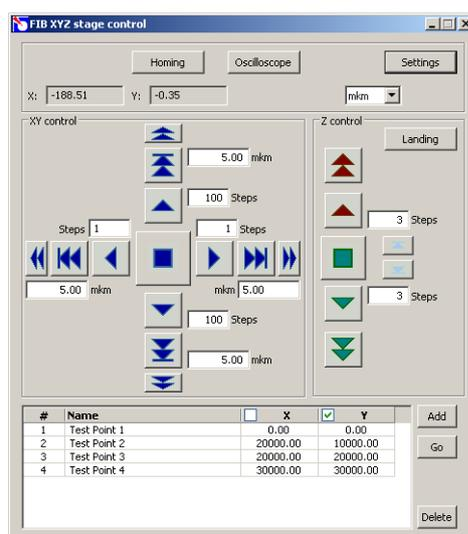

Рис. 5-11
3. Запустите программу управления координатным столом с помощью файла **XYZ_Stage.exe**. На экране появится окно программы (Рис. 5-11).